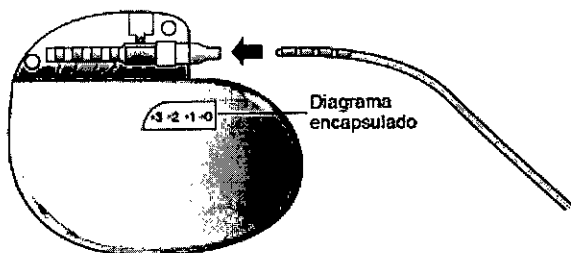

Figura 2. Introduzca completamente el electrodo en el bloque de conexión del neuroestimulador Modelo 3058.
3. Confirme que el electrodo dispone de cuatro polos, que se corresponden con el diagrama encapsulado en el neuroestimulador (Figura 2).
4. Introduzca el electrodo en el bloque de conexión del neuroestimulador hasta que quede totalmente encajado (Figura 2).